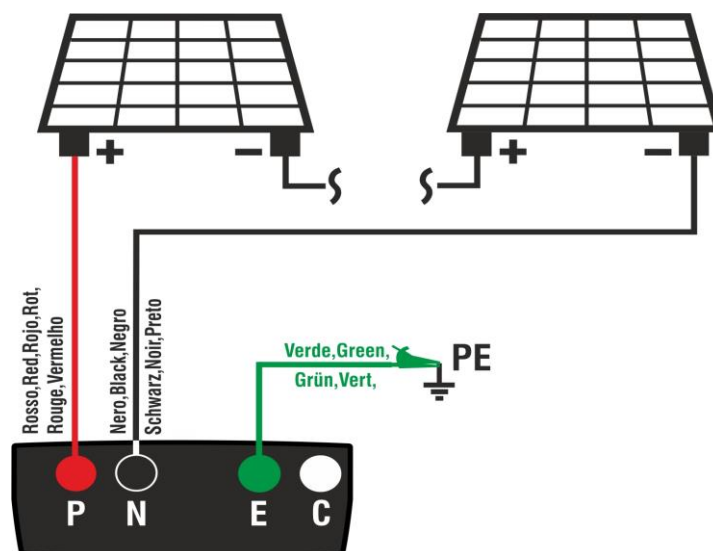

Fig. 9: Connexion de l'instrument pour la mesure de l'isolement en mode GFL
8. Connectez l'instrument à la chaîne PV à l'essai comme indiqué dans la Fig. 9. Il est rappelé qu'il est également nécessaire de sectionner les éventuels déchargeurs connectés aux câbles de la chaîne et qu'il est conseillé d'effectuer la mesure en amont des éventuelles diodes de blocage.